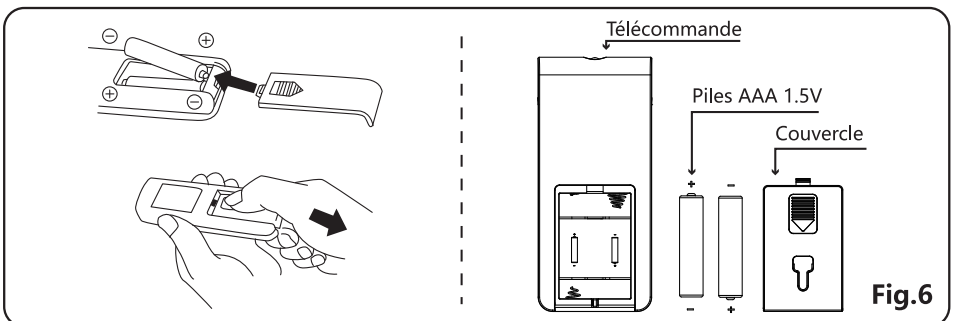

Fig.6
(1) Faites glisser le couvercle du compartiment à piles vers l' arrière.
(2) Insérez les piles et assurez-vous qu' elles sont placées comme indiqué à la Fig. 6.
(3) Remplacez le couvercle de la batterie.